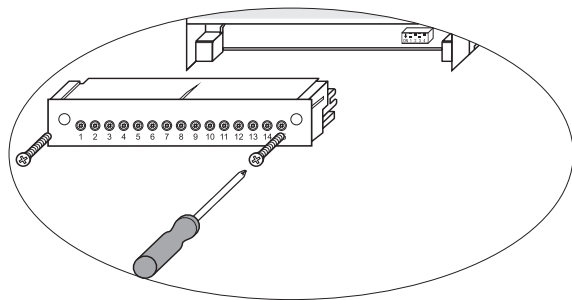

Fig. 12
- Togliere la morsetteria superiore e inferiore. Allentare le viti di fissaggio. **Fig. 12**